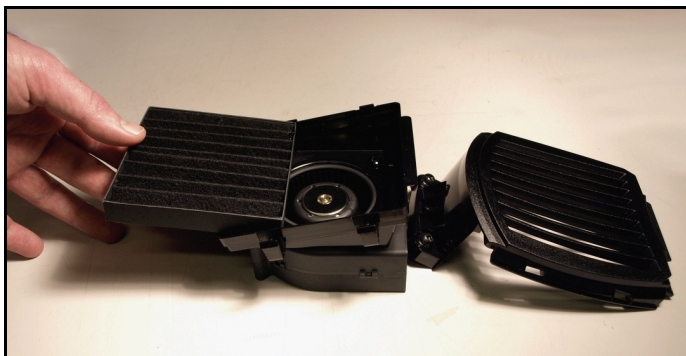

Figure 14: Alignement du filtre
7. Retirez le vieux filtre à air du support et placez le nouvel élément de filtrage en position, les cotes alignées de haut en bas (dans le même sens que la grille du support) comme indiqué en Figure 14.